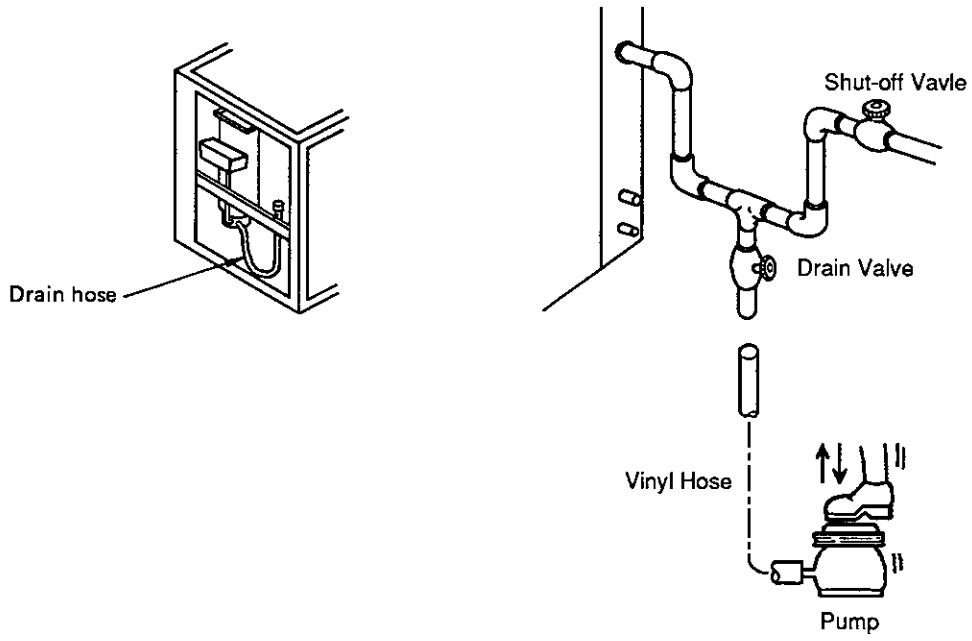

Fig. 11
11. PREPARING THE ICEMAKER FOR LONG STORAGE - See Fig. 11